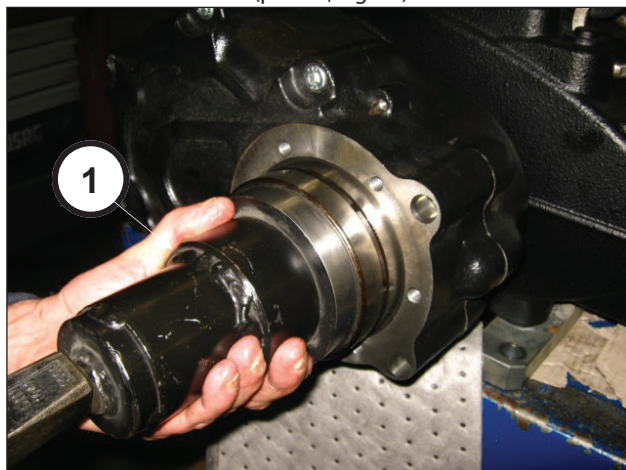
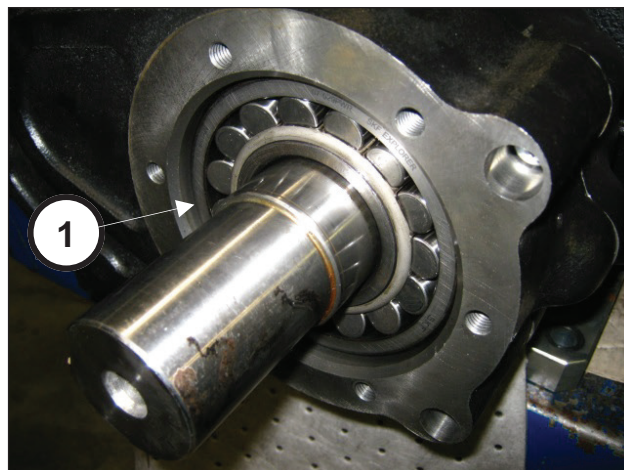

Fig. 75
Fig. 76
Usando a ferramenta cód. 27887000 (pos. ①, Fig. 75) leve o rolamento até o batente (pos. ①, Fig. 76).